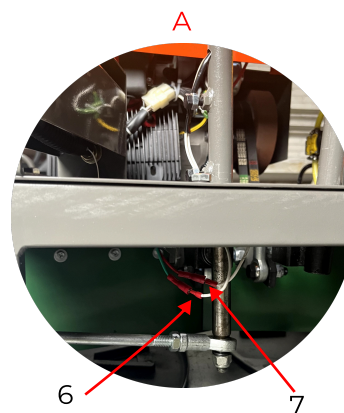

Рисунок 3
4. Подключите кнопку подачи воды на рычаге 4, для это под основанием, где находится рычаг, подключите провода 6 и 7 (см. Рисунок 3).